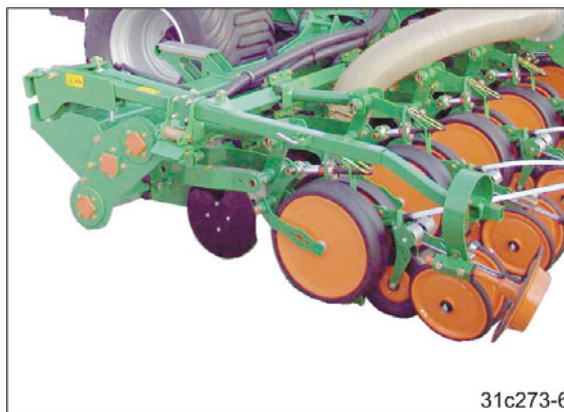

Рис. 223
2. Блок управления трактора *желтый* должен быть активизирован до тех пор, пока оба маркера не будут прилегать к консолям агрегата (см. Рис. 223).